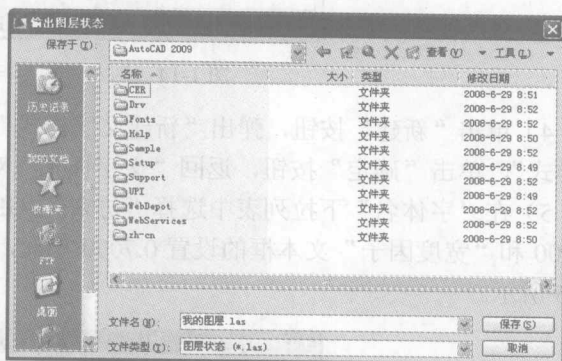

图 1-11 “输出图层状态”对话框
4) 单击“输出”按钮，弹出如图 1-11 所示的“输出图层状态”对话框，设置保存路径后，单击“保存”按钮，即可将设置的图层输出保存为“我的图层.las”文件。